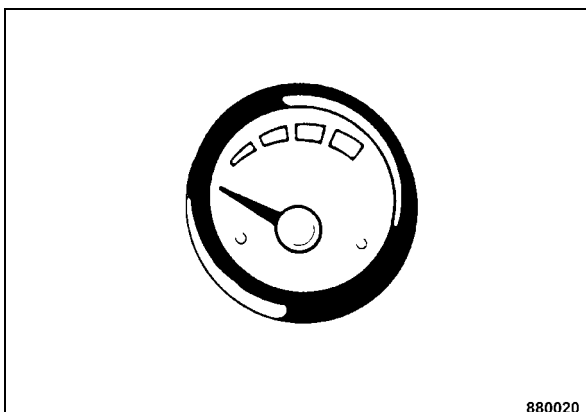

Fig. 95
- Controllare il livello dell'acqua nel relativo serbatoio sull'indicatore del livello dell'acqua (Fig. 95).